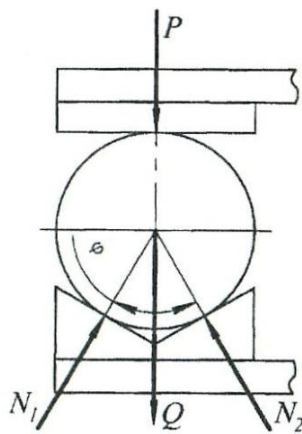

Рис. 4
3. Объект манипулирования массой  $m = 2,0$  кг удерживается в губках схвата (рис. 4). Коэффициент трения в месте соприкосновения губок схвата с объектом манипулирования  $\mu = 0,12$ . Рассчитать силы  $P$ ,  $N_1$ ,  $N_2$ , действующие в местах контакта объекта манипулирования с губками схвата при  $\varphi = 60^\circ$ .